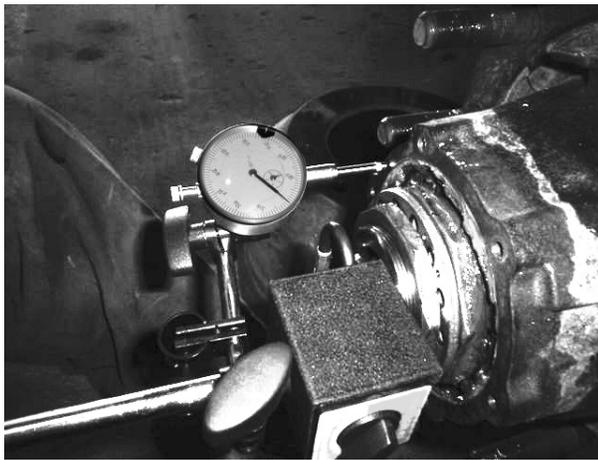

Figura 4: Revisando el Juego Axial
4. **Sujete el indicador de carátula** (Tabla 2) con base magnética en una superficie plana en el extremo de la espiga (Figura 4).